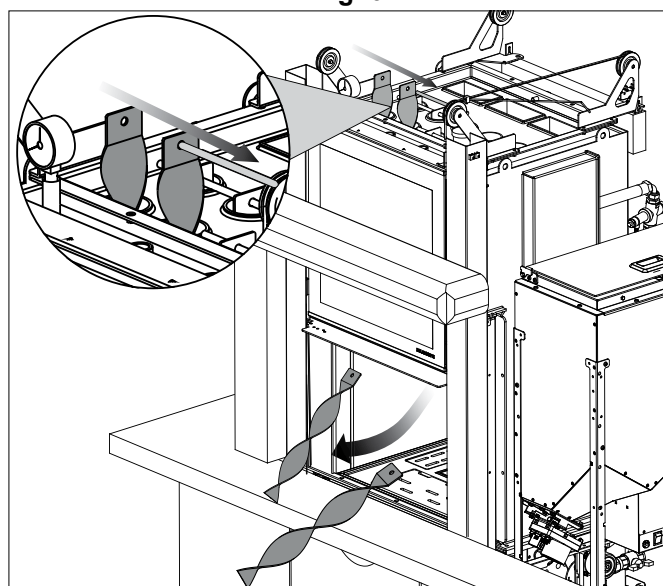

fig. 6.4
- Depuis la trappe d'inspection supérieure, soulever légèrement les turbulateurs plongés dans les tuyaux d'échange et extraire la goupille en métal qui les bloque dans cette position (fig. 6.4).
- Extraire les turbulateurs par le bas et nettoyer les tuyaux d'échange (fig. 6.4).